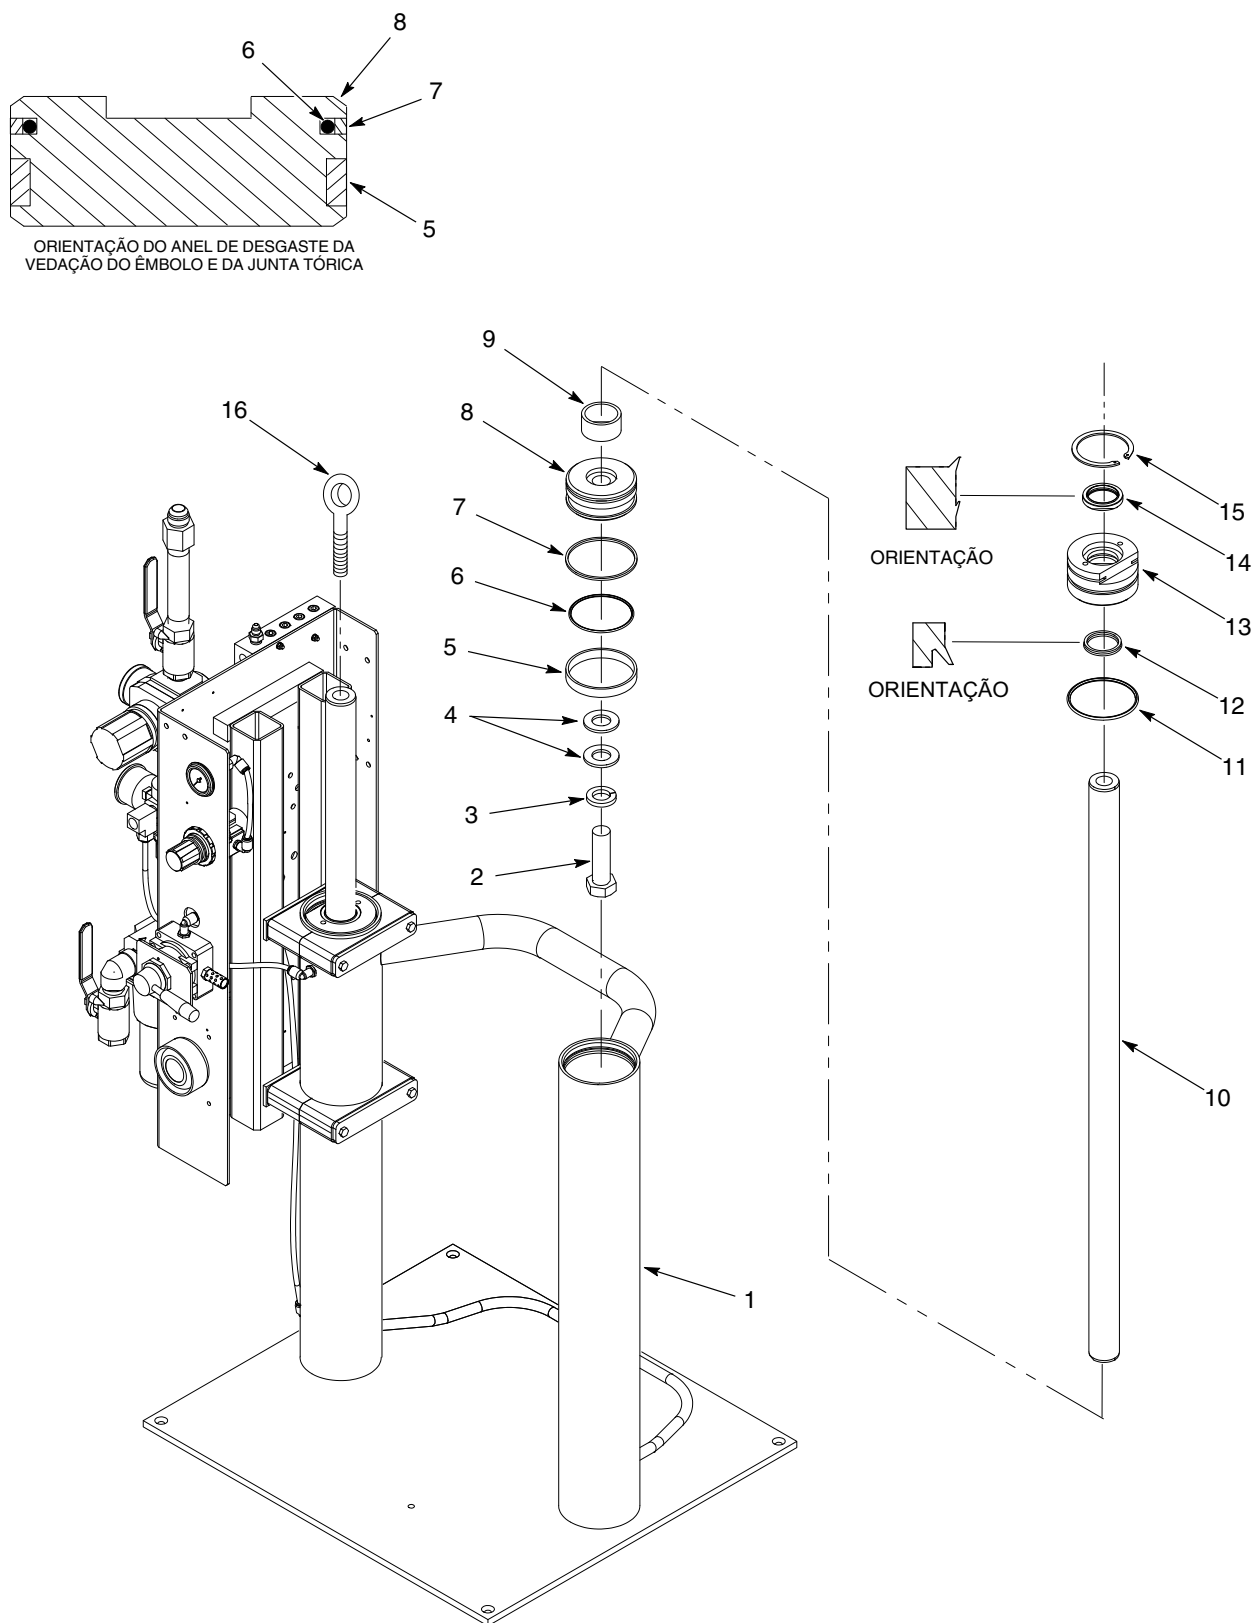

Figura 5 Rearmar os cilindros pneumáticos de pequenas estruturas
1. Consulte a figura 5. Enrosque os parafusos com olhal (16) de $\frac{7}{8}$ -14 em cada haste de cilindro (10).
- a. Anote a orientação das cabeças dos cilindros (13).
- b. Aperte o freio (15) utilizando o alicate para freios internos.
- c. Mantenha o freio apertado e utilize o aparelho de elevação para retirar a haste do cilindro (10) do cilindro pneumático (1).
4. Remova os parafusos com olhal (16), das hastes dos cilindros (10).
5. Remova as cabeças dos cilindros (13), das hastes dos cilindros (10). Retire o raspador limpador (14), empanques (12) e juntas tóricas (11) de cada cabeça de cilindro (13).
6. Retire os parafusos de cabeça sextavada (2), as anilhas de segurança (3) e as anilhas planas (4) das hastes dos cilindros (10).
7. Retire os êmbolos (8) e os espaçadores (9). Retire os anéis de desgaste (5), vedações de êmbolos (7) e juntas tóricas (6) de cada êmbolo (8).
1. Consulte a figura 5. Limpe as paredes interiores dos cilindros pneumáticos (1). Aplique imediatamente uma camada de lubrificante de juntas tóricas para impedir corrosão.
2. Limpe os êmbolos (8), as cabeças dos cilindros (13) e as hastes dos cilindros (10).
3. Inspeção as cabeças dos cilindros (13), verificando se os apoios das cabeças dos cilindros estão danificados e substitua-os se for necessário. O apoio é maquinado juntamente com a cabeça.
4. Lubrifique os novos empanques (12) e os novos raspadores limpadores (14) com gel de petróleo. Monte estas peças em cada cabeça de cilindro (13).
5. Lubrifique as juntas tóricas novas (11) com lubrificante de juntas tóricas. Monte uma junta tórica em cada cabeça de cilindro (13).
6. Inspeção os êmbolos (8) para verificar se eles estão danificados e, se for necessário, substitua-os.
7. Utilizando lubrificante de juntas tóricas, lubrifique e monte as juntas tóricas (6), as vedações de êmbolos (7) e os anéis de desgaste (5) em cada êmbolo (8).
1. Consulte a figura 5. Aplique uma fina camada de gel de petróleo em cada haste de cilindro (10).
2. Monte os espaçadores (9) em cada haste de cilindro (10).
3. Aplique Loctite 271 às roscas dos parafusos sextavados (2). Monte os êmbolos (8) nas hastes dos cilindros (10) utilizando as anilhas planas (4), as anilhas de segurança (3) e os parafusos. Aperte os parafusos com 190-195 ft-lb (258-264 N•m).
4. Guie cuidadosamente a haste do êmbolo (10) para dentro do cilindro pneumático (1) até ela encostar. Monte a haste do cilindro restante do mesmo modo.